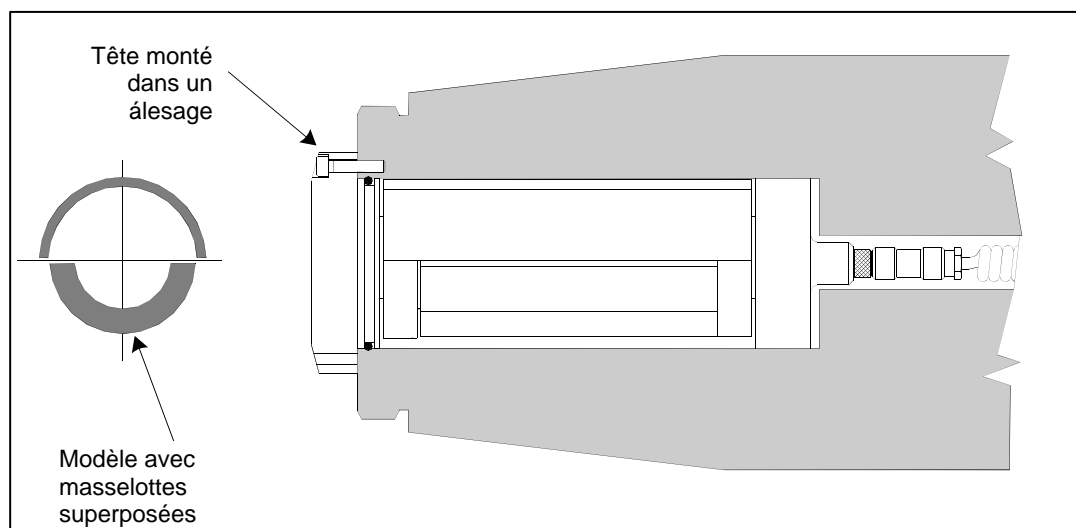

Fig. 6
Les têtes d'équilibrage intégrées sont conçues pour être montées dans un alésage dans l'axe de la broche. A cet effet, le constructeur de la machine doit prévoir un alésage précis dans la broche pour le montage de la tête d'équilibrage. La méthode de montage constitue la différence principale entre une tête d'équilibrage rapportée et intégrée. Après leur montage, le fonctionnement des deux têtes ne se différencie pas et il est donc traité de façon identique dans ce mode d'emploi. La Fig. 6 montre comment une tête d'équilibrage intégrée est montée sur le côté meule de la broche. Le montage à bride montrée est la méthode courante de montage des têtes rapportées, un modèle avec cône de serrage étant cependant disponible. Il permet le montage de l'ensemble de la tête intégrée à l'intérieur du diamètre d'alésage de la broche.
1. En règle générale : **placer le capteur de vibrations sur le plan qui repose sur la ligne de liaison entre la meule et le centre de la pièce.** A la recherche du meilleur site d'implantation, commencer par fixer le capteur sur une surface plane du carter, perpendiculaire à la ligne de contact pièce-meule, à proximité des paliers de meule (Fig. 6). Pour la plupart des